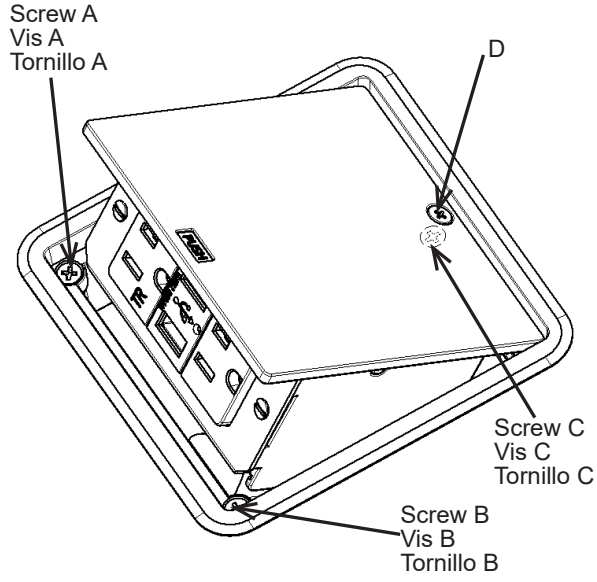

Figure 2
- Insert the device in the table cutout, use screws A, B, C to attach the device to the table. Remove the Plug D to access the screw C, push the cover to pop-up the device to access screw A and B. (Fig. 2). Torque 10-12 lb-in.
- Insérer le dispositif dans l'ouverture de la table, utiliser le vis A, B et C pour fixer le dispositif à la table. Retirer le bouchon D pour accéder à la vis C, appuyer sur le couvercle pour faire escamoter le dispositif et avoir accès aux vis A et B. (Fig. 2). Serrer à un couple de 1,13 à 1,36 N•m.
- Insertar el dispositivo en el espacio cortado en la mesa, usar los tornillos A, B, C para fijar el dispositivo a la mesa. Quitar el tapón D para tener acceso al tornillo C, empujar la tapa para que emerja el dispositivo y así tener acceso a los tornillos A y B. (Fig. 2). Aplicar par de torsión de 1,13 a 1,36 N•m.